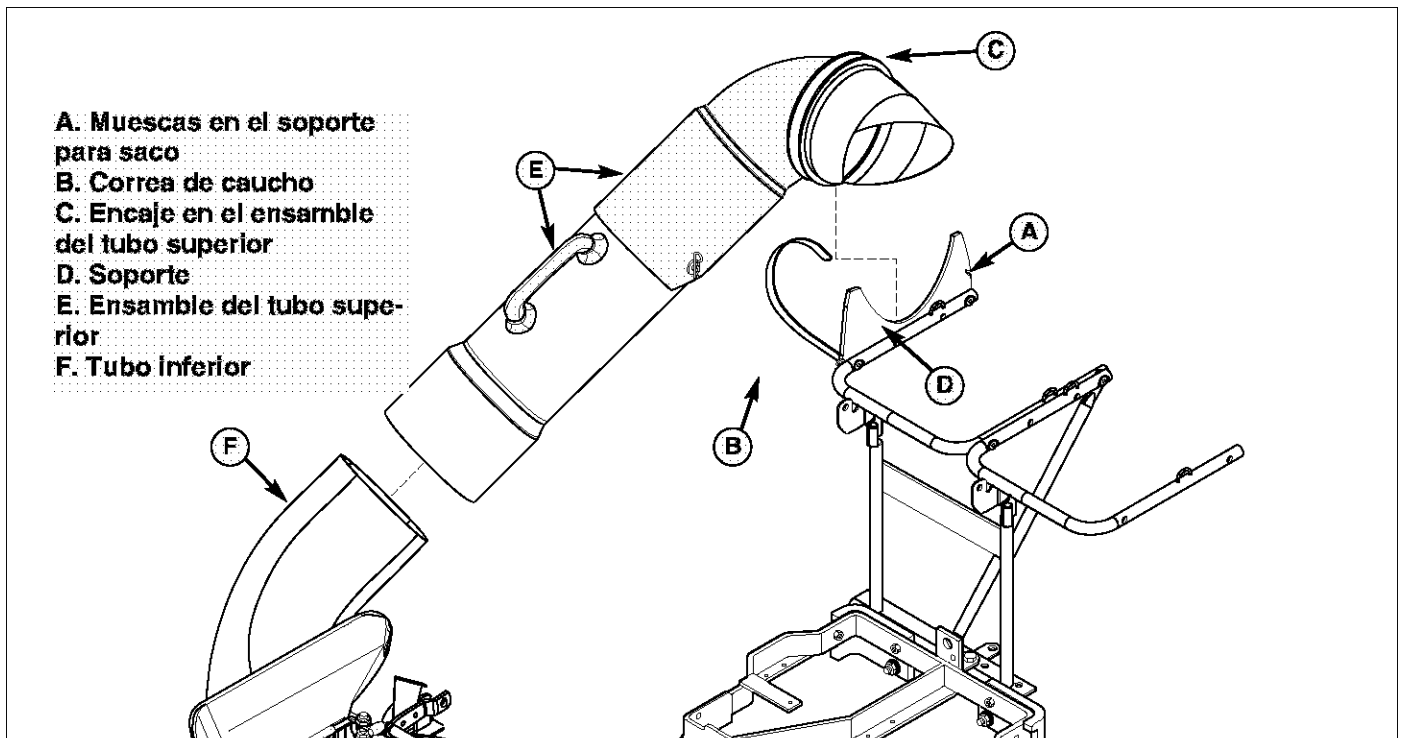

Figura 9. Instalación de ensamblaje del Tubo Superior
2. Deslice el ensamblaje del tubo superior (E, Figura 9) sobre el tubo inferior (F).